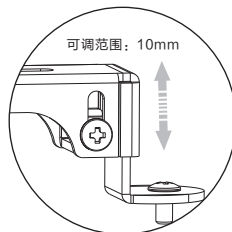

图19
- 4、如果投影机安装孔处于不同的水平上,则需要转动调节螺丝(4-4)升降安装支臂,使其处于同一水平上,然后进行安装(调节螺丝可调范围为10mm)如图19。